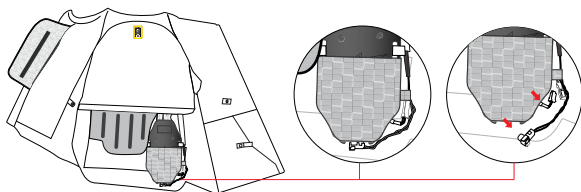

Figure 12
2. Accédez au boîtier du gonfleur (4) et débranchez le connecteur de la batterie (6) et le connecteur de l'amortisseur (5) (Figure 12).